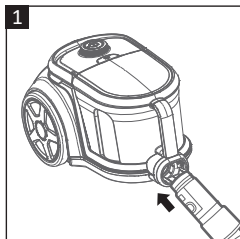

Fig. 1
- Aligned l'extrémité du tuyau d'aspiration (6) avec l'emplacement du tuyau (9) sur l'aspirateur et insérez-la fermement jusqu'à ce qu'elle s'enclenche (**Fig. 1**).